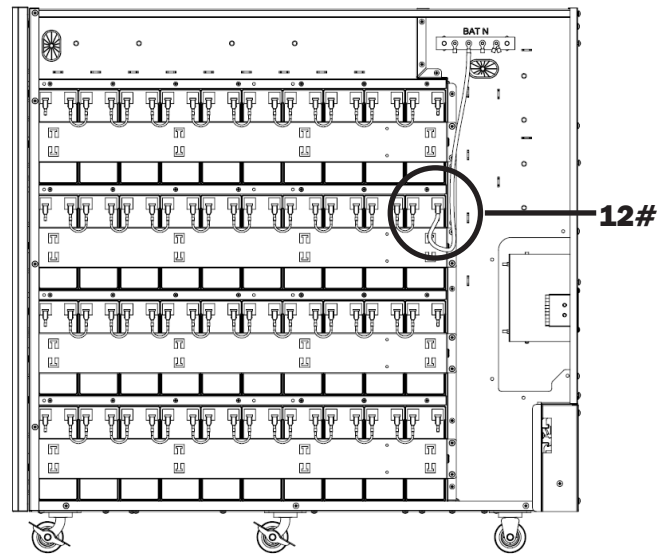

Figure 5-19B
28. Connecter la batterie 11+ du groupe 3 à la barre du bus de la batterie N (BAT N) (Figure 5-19B).